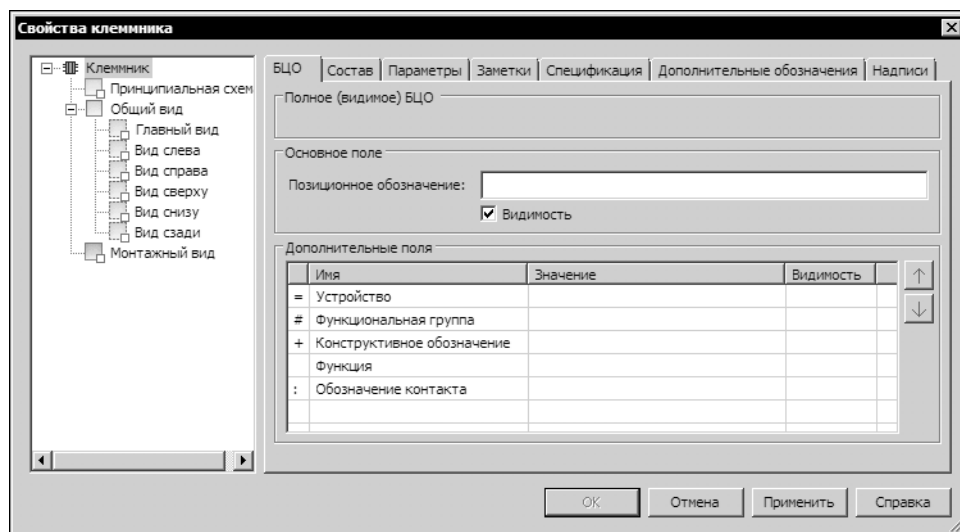

Рис. 21.15. Диалог свойств клеммника
На экране появится диалог **Свойства клеммника** (рис. 21.15).
3. Сначала необходимо ввести буквенно-цифровое обозначение (БЦО) клеммника. Его ввод осуществляется в диалоге свойств на уровне **Клеммник** во вкладке **БЦО** (см. рис. 21.15, табл. 21.19 на с. 260).
На этом уровне в диалоге свойств (рис. 21.15) можно определить состав клеммника, задать или отредактировать параметры, посмотреть и отредактировать общие свойства клеммника.